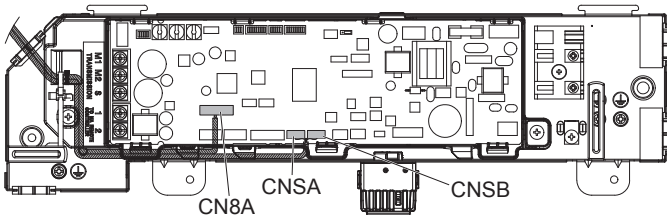

Fig. 5-6
4. İsteğe bağlı bağlantı kablosunu devre kartı konektörüne takın. (Fig. 5-6)